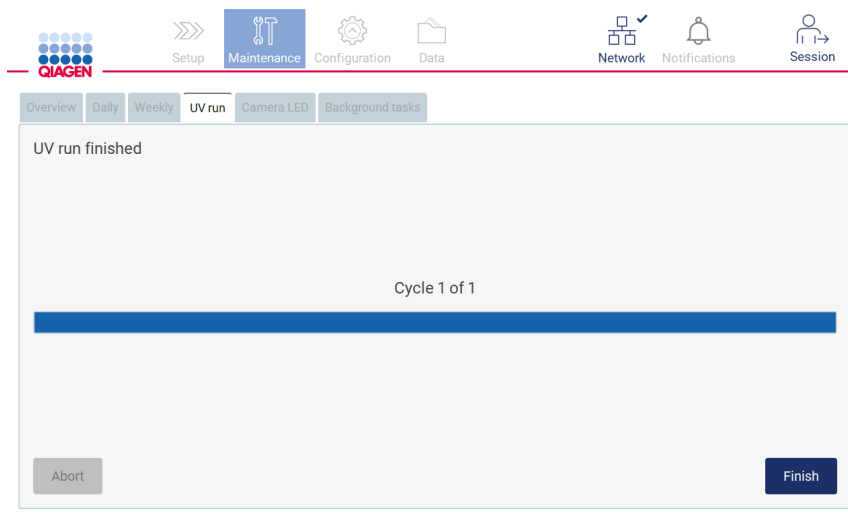

Figure 188. Écran UV run finished (Cycle UV terminé).
7. Un message (voir la Figure 188 ci-dessous) s'affiche après l'exécution du cycle d'UV. Appuyer sur **Finish** (Terminer) pour terminer le cycle d'UV.